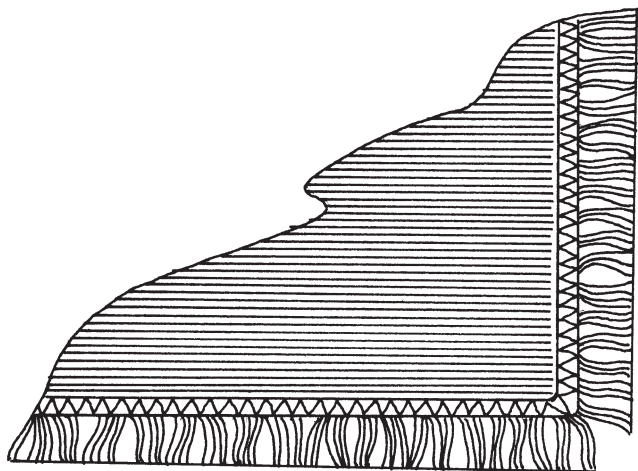

Рис. 65. Обработка бахромы на швейной машине
9. Обработка бахромы на швейной машине (рис. 65). Бахрома на краях полотенца, салфетки, скатерти, шарфа — красивая отделка, к тому же ее несложно изготовить. Украшают бахромой и некоторые виды одежды. Достаточно вытянуть несколько десятков нитей по краю ткани — и эффектная отделка готова. Но она не очень надежна. Оставшиеся на краю нити постепенно начинают осыпаться, придавая вещи неряшливый вид. Поэтому бахрому нужно обработать. Обычно незаметно обметывают край на руках. Машинка позволит сделать это намного быстрее и аккуратнее. Достаточно проложить по основанию готовой бахромы зигзагообразный шов.